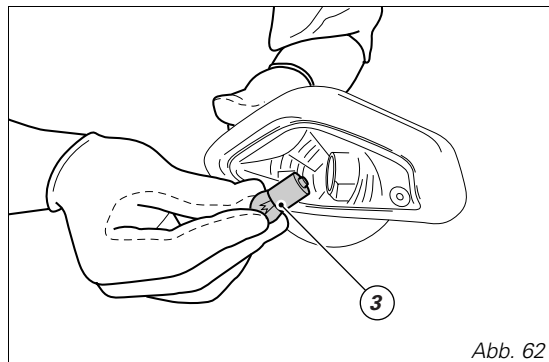

Abb. 62
Die Glühbirne (3) hat eine Bajonettfassung. Zum Herausnehmen drücken und dabei gegen den Uhrzeigersinn drehen. Die Glühbirne durch eine identische ersetzen und bis zum Einrasten in ihrem Sitz im Uhrzeigersinn eindrehen (Abb. 62). Danach die Linse (2) in die Aufnahme am Halter einsetzen und ausrichten. Die Linse mit der Schraube (1) befestigen.